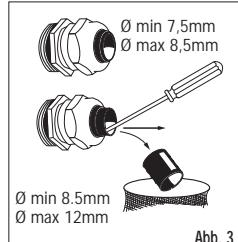

Abb. 3
- Für den Anschluss ist es Pflicht ein Kabel aus Neoprenummi Typ H07RN8-F, mit Minimal-Durchschnitt $2x1,5\text{mm}^2$ zu verwenden, entsprechenden den Anweisungen der Normen (EN 60598-2-18- CENELEC HD 516 S1). Wir liefern auf Anfrage geeignete Kabeln, ($2x2,5\text{mm}^2$ Bestellungscode CV/1221) in die gewünschte Länge. Es sind keine Kabel mit PVC-Isolierung oder mit externen Hülsen aus PVC, jedenfalls anderen als die hier angeführte Kabelform zulässig. Bei einem Kabeldurchmesser von $7,5 \pm 8,5\text{mm}$ gleich-lautende Verschraubung verwenden. Bei grosserem Durchmesser inneres Gummiteilchen entfernen (Abb.3). Das Kabel muss dann einen Durchmesser von 8,5 et 12mm aufweisen.